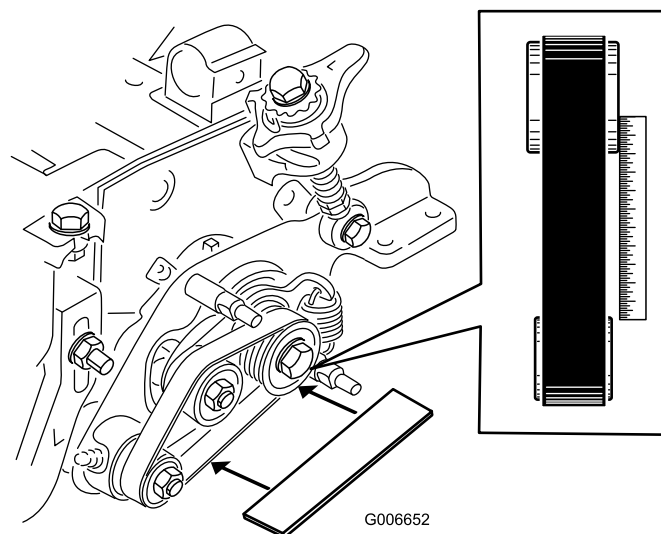

Figure 14
- Posez une règle le long de la face extérieure de la poulie d'entraînement (Figure 14).